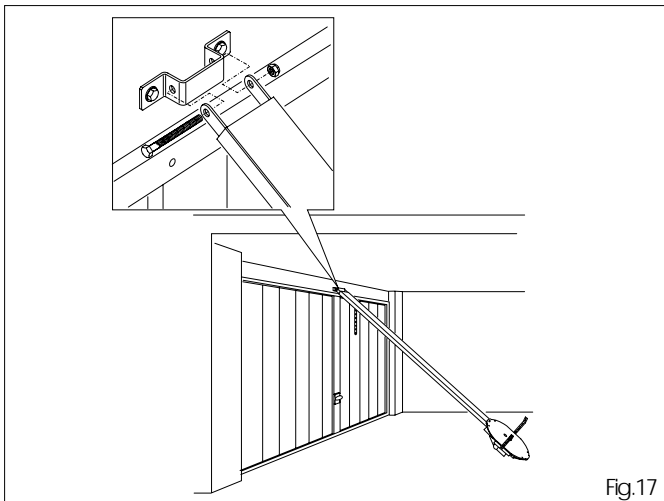

Fig.17
6.6 Positionner l'opérateur à terre, soulever le longeron de glissement et se placer à proximité de la bride; introduire la vis et serrer l'écrou (fig.17).